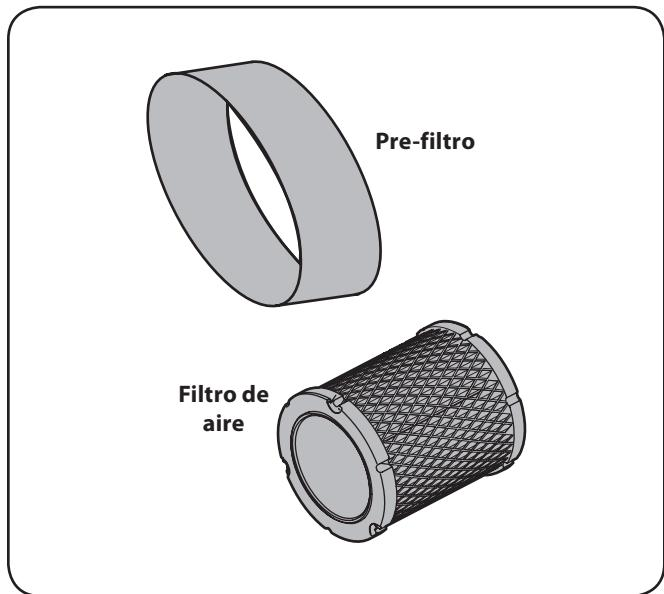

Figura 6-6
- Quitar la espuma pre-filtro de todo el papel de filtro. Vea la Figura 6-6. Sustituya el elemento de papel cuando sucio o dañado. Limpia el elemento de espuma o sustituya cuando dañado.